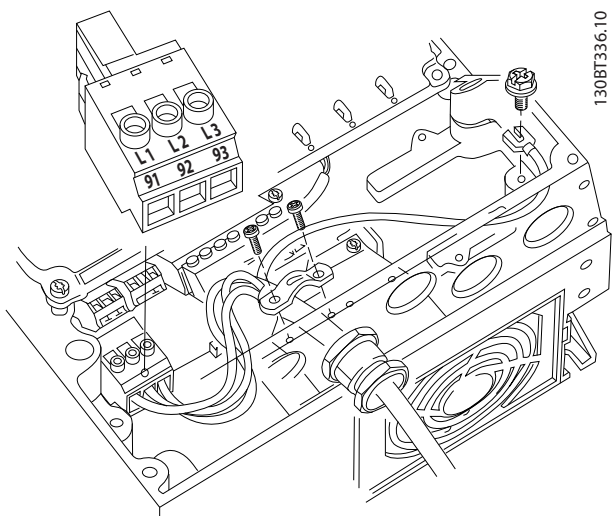

图 2.16 连接到交流主电源
- 将三相交流输入电源线路连接到端子 L1、L2 和 L3 上（请参阅 图 2.16）。